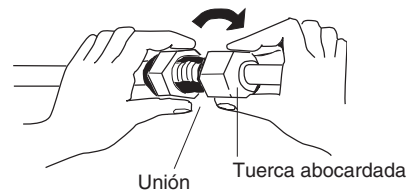

Fig. 5-5
- (3) Para realizar una conexión adecuada, alinee el tubo de unión y el tubo abocardado rectos entre sí y, a continuación, enrosque suavemente al principio la tuerca abocardada para obtener un acoplamiento suave. (Fig. 5-5)